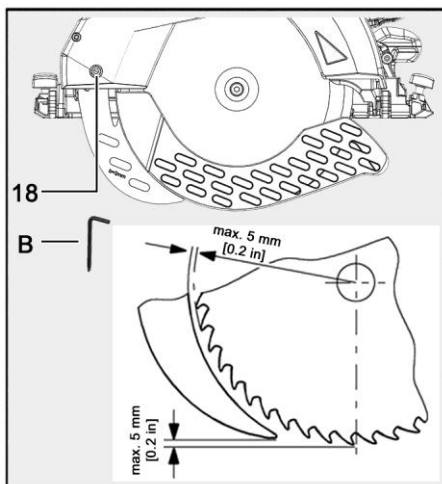

Fig. 65: Distancia de la cuña de partir a la hoja de sierra
- Respetar la distancia máxima con el disco de sierra (ver fig. 65).